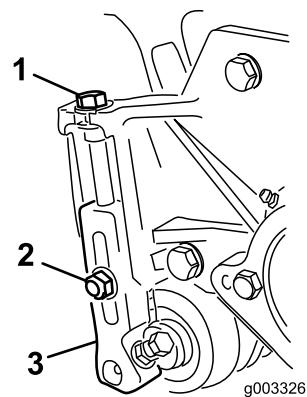

Figura 11
3. Afloje las contratuerzas que fijan los soportes de altura de corte a las chapas laterales de la unidad de corte (Figura 11).